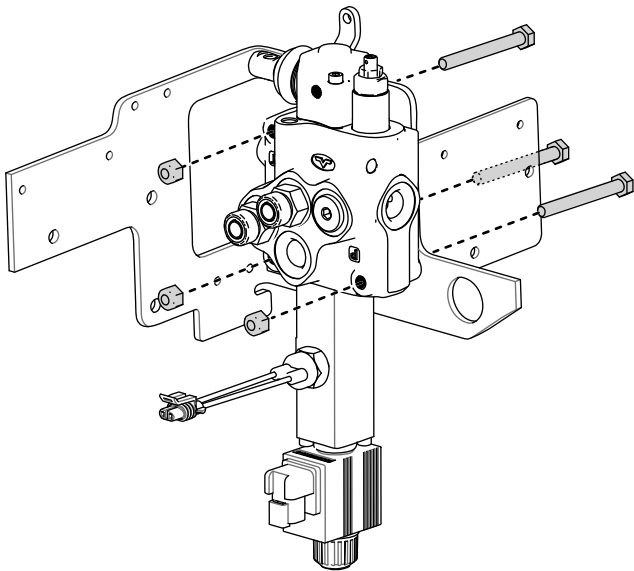

Bild 14
2. Befestigen Sie das Hilfsventil mit den drei vorderen Schrauben und Muttern an der Halterung (Bild 14).
Wichtig: Stellen Sie sicher, dass die Schrauben so ausgerichtet sind, wie in Bild 14 abgebildet.